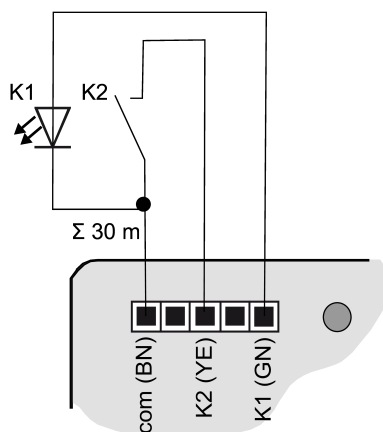
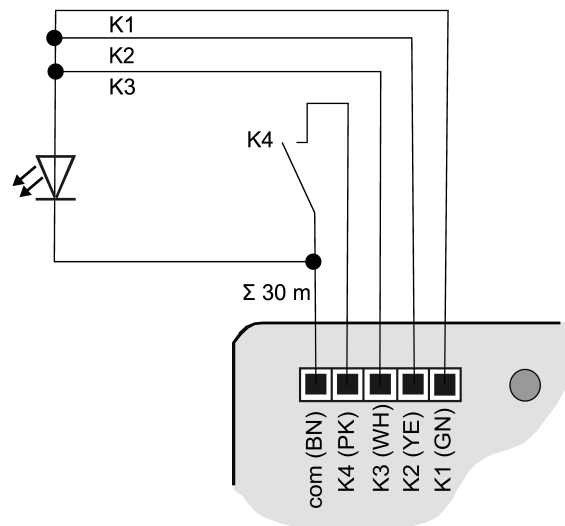

рисунок 3: Пример подключения 2-канального интерфейса возвратно-нажимного выключателя
рисунок 7: Пример подключения с параллельно включенными выходами
- Подключайте возвратно-нажимные выключатели, переключатели, контакты, светодиоды или NTC, следуя примерам подключения и используя соединительные кабели из комплекта поставки (4), (см. рисунок 3) – (см. рисунок 7). В примерах подключения показано использование с входами и выходами.
- i** Для повышения выходного тока возможно также параллельное подключение выходов при одинаковых параметрах, в примере (см. рисунок 7) K1-K3 здесь включены параллельно.